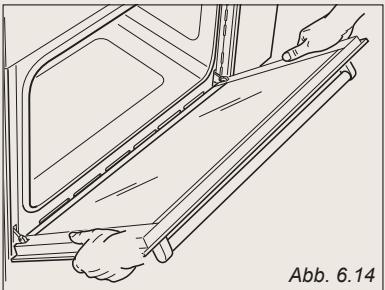

Abb. 6.14
- \* Die Tür wie in der Abbildung 6.14 gezeigt, fassen.